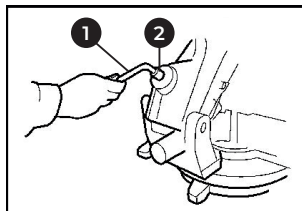

рис. 5
- Используя гаечный ключ (1) поворачивайте регулировочный болт (2) до тех пор, пока край лезвия немного не будет касаться верхней поверхности поворотного основания в точке, где лицевая сторона направляющей линейки соприкоснется с верхней поверхностью поворотного основания (рисунок 5).